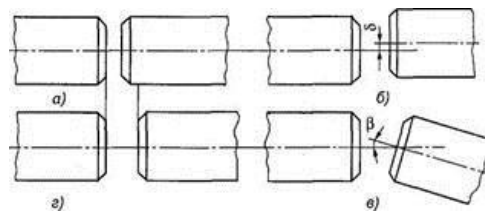

Рис.3. Возможные смещения валов
*Достоинство* таких муфт — простота конструкции и малые габаритные размеры; *недостатки* — необходимость при монтаже и демонтаже раздвигать концы валов на полную длину муфты либо сдвигать втулку вдоль вала не менее чем на половину ее длины; необходимость очень точного совмещения валов, так как эти муфты не допускают радиального или углового смещения осей валов (рис.3).